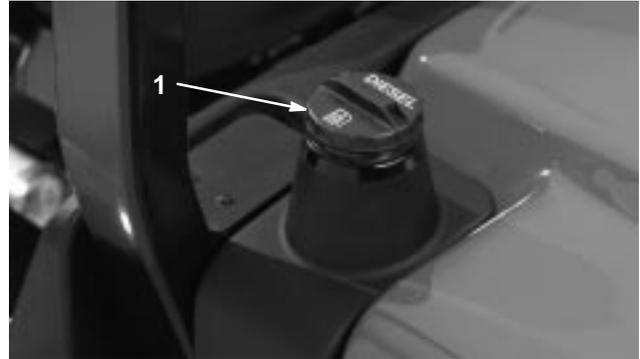

Bild 4
1. Entfernen Sie den Kraftstofftankdeckel (Bild 4).